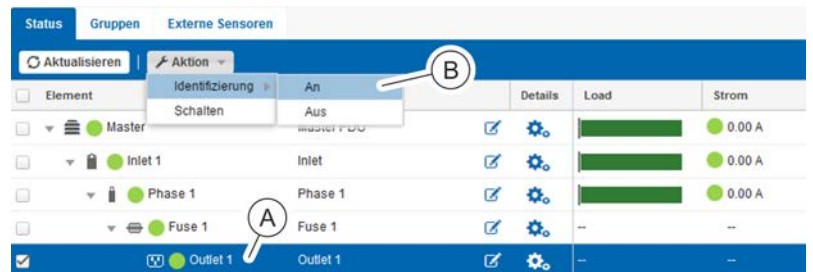

Abb. 152: Ménú "Status" – Registerkarte "Status"
2. In der Registerkarte "Status" die gewünschte Steckdose auswählen (Abb. 152/Ⓐ).
3. Über „Aktion → Identifizierung → An“ (Abb. 152/Ⓑ) die Identifizierung der ausgewählten Steckdose einschalten.